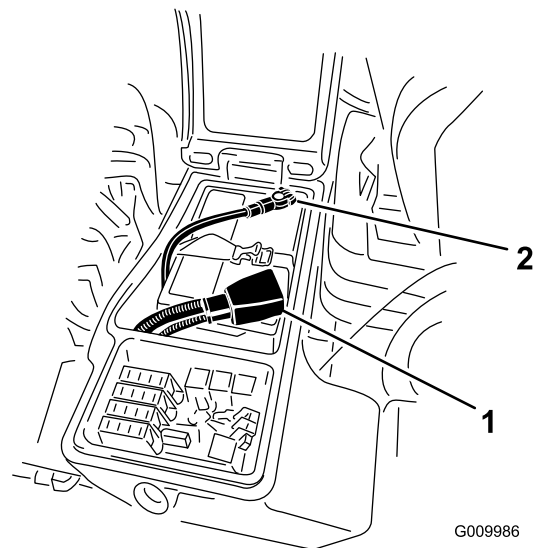

Bild 75
3. Klemmen Sie das Minuskabel (Schwarz) vom Minuspol (-) der Batterie und das Pluskabel (Rot) vom Pluspol (+) der Batterie ab (Bild 75).
- Klemmen Sie das Pluskabel (Rot) am Pluspol (+) der Batterie und das Minuskabel (Schwarz) am Minuspol (-) der Batterie an (**Bild 75**).